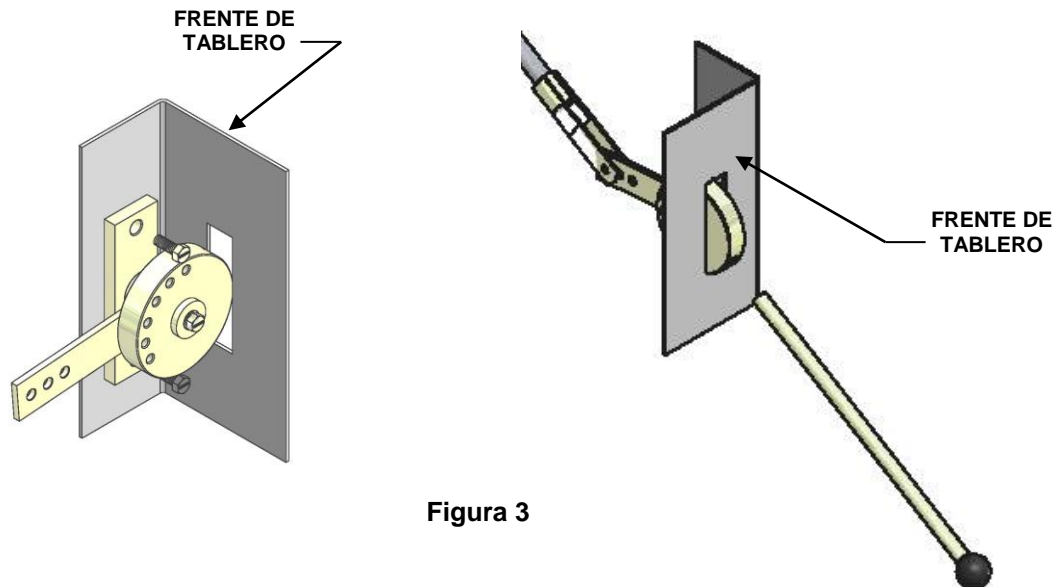

Figura 3
- 5.2.5. En el frente del tablero se debe hacer un corte rectangular con las dimensiones del disco del mecanismo de disco Figura 3. Siguiendo los pasos 3 y 4.
- 5.2.6. Fije la placa del mecanismo de disco en el ángulo lateral del tablero Figura 3